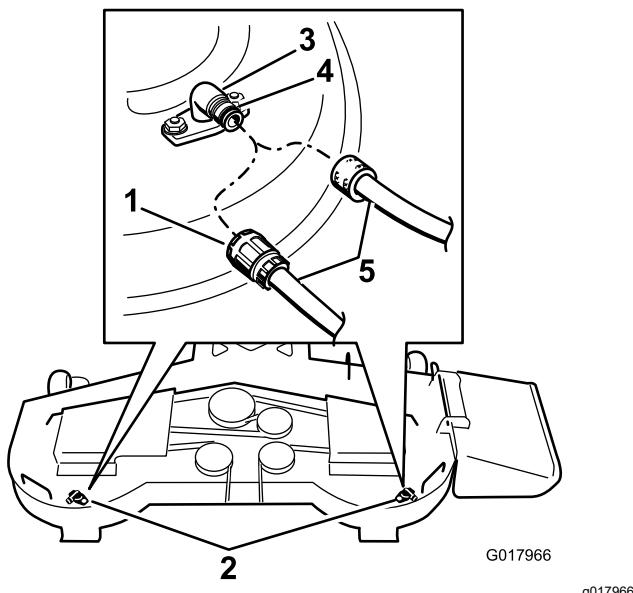

Bild 81
3. Montieren Sie die Schlauchkupplung auf die Kupplung am Mähwerk-Spülanschluss und drehen Sie das Wasser mit starkem Druck auf (Bild 81).